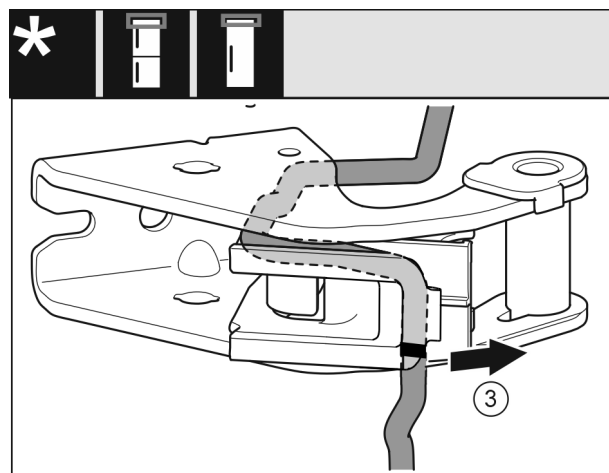

Fig. 25
- Odmontujte kabel s držákem kabelu ze stojanu ložiska. Fig. 25 (3)